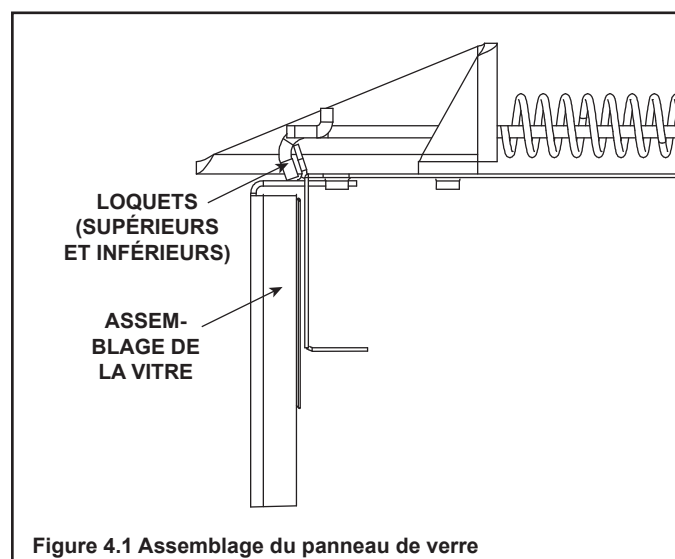

Figure 4.1 Assemblage du panneau de verre
- Sortez les quatre verrous du panneau de verre fixe hors de son cadre. Enlevez l'assemblage de la vitre fixe de l'appareil. Voir la figure 4.1.